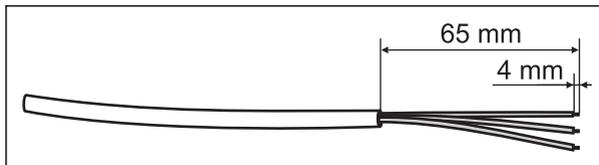

Fig. 3: Étape de montage 1 :
1. Isolez l'extrémité libre du câble de raccordement de l'émetteur-récepteur aux dimensions prescrites (Fig. 3). Évitez impérativement toute torsion et tout étamage des torons isolés.